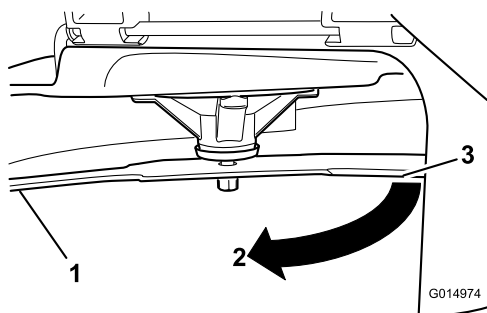

Bild 78
3. Zwischen Messer und Oberfläche gemessener Abstand (A)
4. Drehen Sie dasselbe Messer um 180 Grad, sodass die andere Schnittkante jetzt in derselben Stellung ist (**Bild 78**).